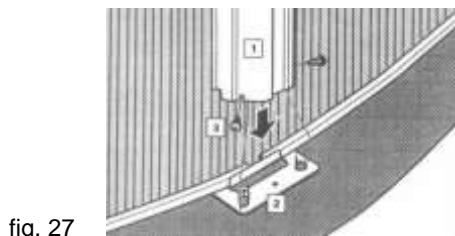

fig. 27
Alinee los orificios para colocar los tornillos TO2 (3), a ambos lados del perfil vertical, asegurándose que se fijan en los agujeros de las lengüetas de la placa T1 (2), fig. 27.